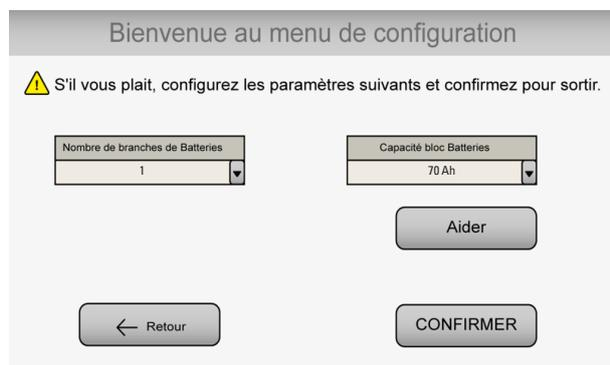
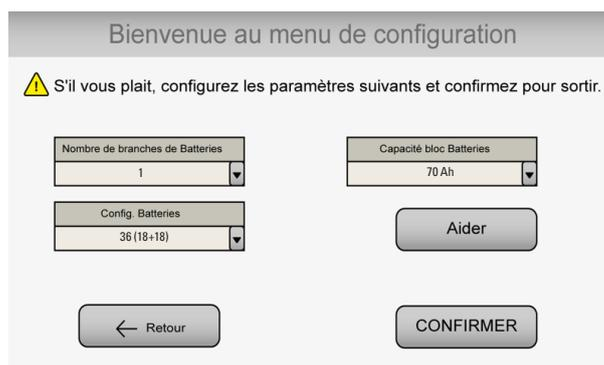

Fig. 2. Deuxième écran de configuration du démarrage de l'équipement HV.
Fig. 3. Deuxième écran de configuration du démarrage des équipements LV.
- Une fois la fréquence de travail sélectionnée, **et uniquement pour les équipements LV** (Fig. 3) (basse tension, « A » dans la référence du modèle), il est possible de choisir le nombre de batteries, parmi les options suivantes : 36 (18+ 18), 38 (19+19) et 40 (20+20).
Sur l'étiquette de configuration de la batterie (voir Fig. 4), le nombre de chaînes de batterie (entre 1 et 6) est également indiqué. Entrez cette valeur dans cet écran de configuration (Fig. 2).
- Comme dernière donnée de configuration de la batterie, il faut entrer la capacité de chacun des blocs de batterie qui composent la ou les chaînes (entre 3,0 Ah et 900,0 Ah). Obtenir la valeur à saisir (dans la Fig. 2 ou la Fig. 3 selon qu'il s'agit de HV ou LV) selon l'étiquette de la Fig. 4).
L'information qu'apparaît dans les Fig. 2 à 5 concernant la «Id.» et l'interrupteur de sortie, ne sont-elles disponibles que dans des équipements configurés pour travailler en parallèle.